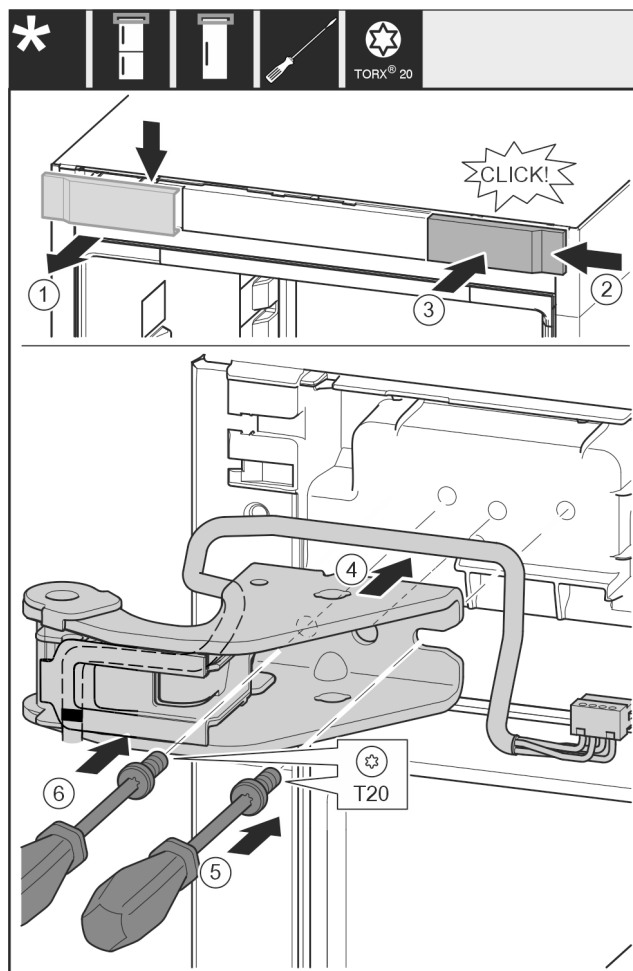

Fig. 32
- Ta av dekselet ovenfra og fremover. Fig. 32 (1)
- Monter dekselet fra høyre, dreid 180°, på den andre siden. Fig. 32 (2)
- La dekselet klikke på plass. Fig. 32 (3)
- Sett på den øvre lagerbukken. Fig. 32 (4)
- Sett skruen på og skru den fast med skrutrekker T20. Fig. 32 (5)
- Sett skruen på og skru den fast med skrutrekker T20. Fig. 32 (6)